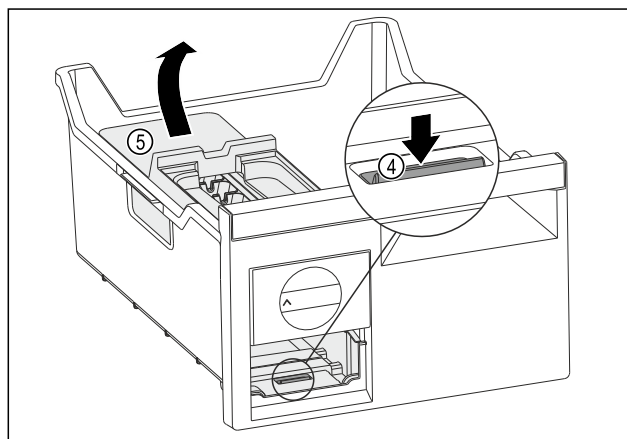

Fig. 121
- ▶ Вийняти корпус EasyTwist-Ice: натиснути накладку Fig. 121 (4) пальцем вниз і одночасно підняти корпус EasyTwist-Ice Fig. 121 (5) ззаду іншою рукою.